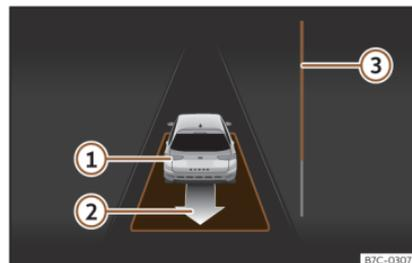

Fig. 175 Sul display del quadro strumenti: uscire da un parcheggio in linea.
- Retrocedere finché non si sentirà il segnale continuo del ParkPilot; **OPPURE:** spostarsi in retromarcia finché nel display del quadro strumenti non comparirà l'indicazione di spostarsi con la marcia in avanti. La barra di avanzamento»» **fig. 175**  indica la distanza che si deve percorrere»» pag. 275.